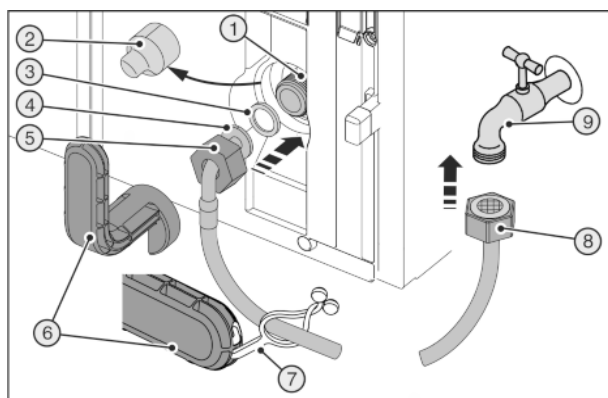
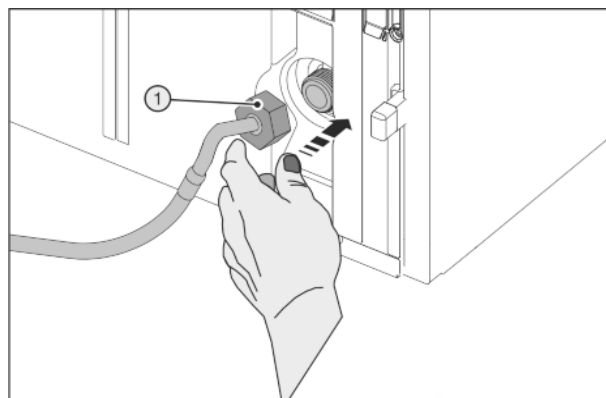

Fig. 48
Fig. 49
Сломанный вспомогательный инструмент Fig. 48 (6)!
- ▶ Вспомогательный инструмент Fig. 48 (6) использовать только при комнатной температуре.
- ▶ Снять крышку Fig. 48 (2).
- ▶ Облегченный монтаж: Выложить прямой конец шланга Fig. 48 (8) влево на землю.
- ▶ До конца сдвинуть гайку Fig. 48 (5) через конец шланга в виде угла Fig. 48 (4) и удерживать.
- ▶ Смочить уплотнение Fig. 48 (3) и вдавить в гайку Fig. 48 (5).
- ▶ Уплотнение Fig. 48 (3) прилегает и слегка поддерживается.
- ▶ Осторожно одеть гайку Fig. 49 (1) и накрутить на резьбу двумя пальцами до обеспечения надежной посадки.
- ▶ Затяните гайку Fig. 49 (1) с помощью вспомогательного инструмента Fig. 48 (6) по часовой стрелке, пока не будет достигнут максимальный момент затяжки и вспомогательный инструмент Fig. 48 (6) начнет прокручиваться.
- ▶ Навинтить гайку Fig. 48 (8) на запорный кран Fig. 48 (9).
- ▶ Затяните гайку Fig. 48 (8) с помощью вспомогательного инструмента Fig. 48 (6) по часовой стрелке, пока не будет достигнут максимальный момент затяжки и вспомогательный инструмент Fig. 48 (6) начнет прокручиваться.
- ▶ Откройте запорный кран Fig. 48 (9) системы подвода воды и проверьте герметичность всей водяной системы.
- ▶ Зацепить накладку Fig. 48 (7) в вспомогательном инструменте Fig. 48 (6) и для хранения закрепить на шланге из высококачественной стали.